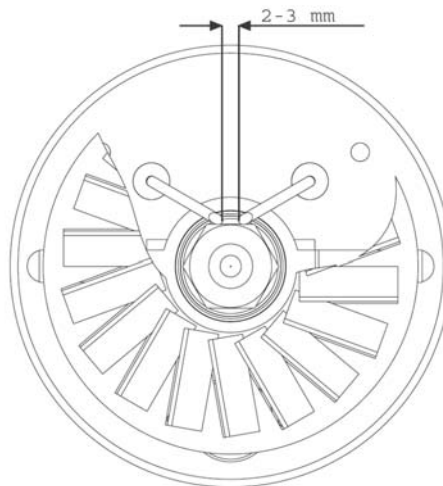

Bild .2
- Brenner ausbauen und seine Bestandteile reinigen. Elektroden reinigen und Abstand auf den Wert gemäß Bild 2 einstellen.